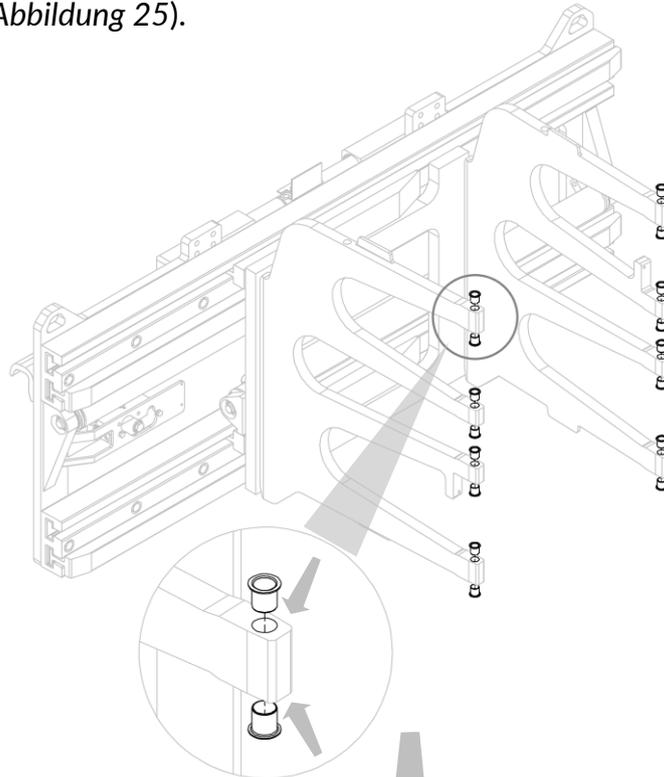
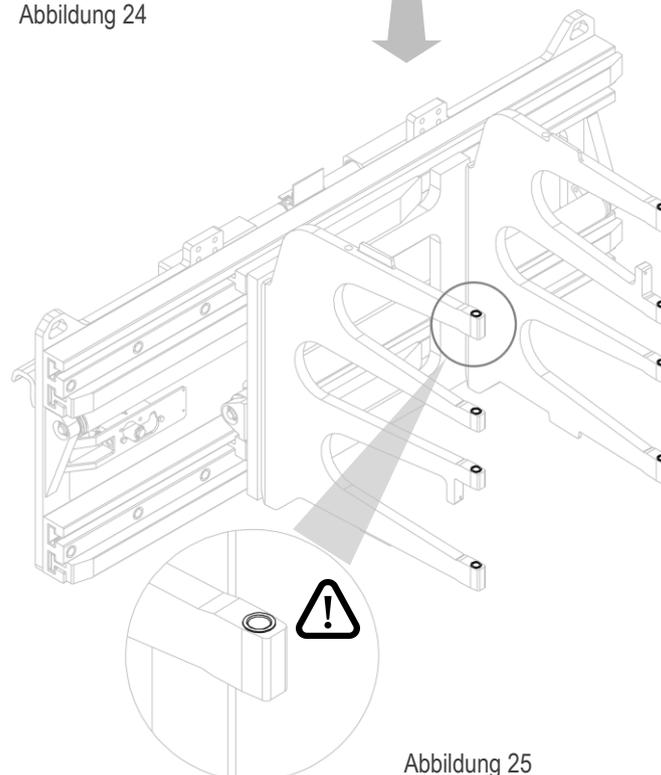

Abbildung 24
Abbildung 25
2. Setzen Sie die Buchsen zum Schwenken in die vorgesehenen Aufnahmen (siehe *Abbildung 24* und *Abbildung 25*).